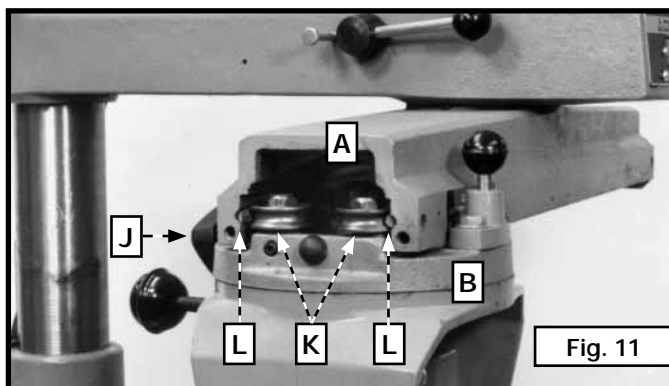

Fig. 11
8. Soulever l'ensemble de la tête de coupe (B) fig. 11. Insérer les roulements à roulement (K) dans l'ensemble du bras sur rail.
REMARQUE : S'assurer que les roulements à roulement (K) roulent sur les tiges de guidage (L). Insérer l'ensemble de la tête de coupe (B) fig. 11, dans l'ensemble du bras sur rail (A). Serrer la pince de la tête de coupe (J) fig. 11.